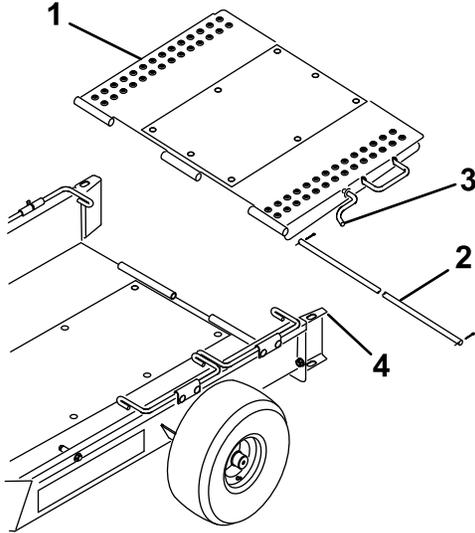

図 3
ヒンジ付きロッドとコッターピン 2本を使用する 図 3。
6. トレーラランプを跳ね上げてホイールガイド上部にある穴にランプをラッチ止めする 図 3。
8. トレーラランプを跳ね上げてホイールガイド上部にある穴にランプをラッチ止めする 図 3。